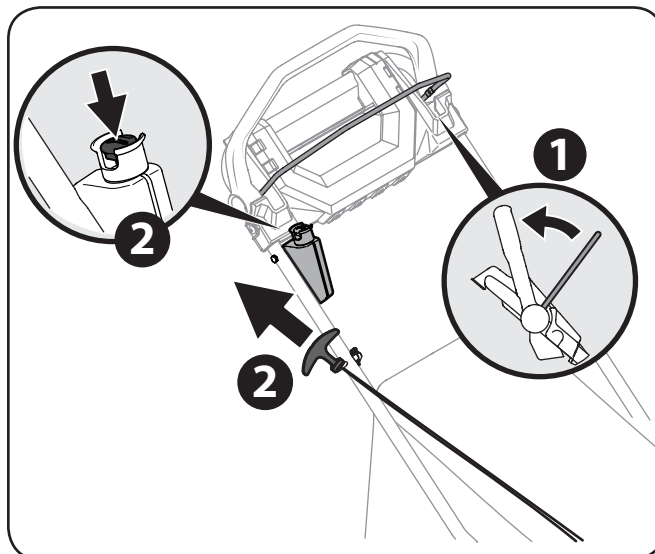

Figura 5-1
2. **Arrancador de Retroceso:** Sostenga firmemente las dos manijas juntas, tome la manija del arrancador de retroceso y tire de la cuerda para sacarla con un movimiento rápido y continuo. Vea la Figura 5-1. Mantenga firme la manija del arrancador, deje que la cuerda regrese lentamente al arrancador. Repita hasta que el motor esté en marcha. Deje que la cuerda se enrosque lentamente de regreso.
Arranque eléctrico (si lo tiene): Inserte la llave de empuje de plástico unido al botón de arranque hasta que encaje pulg. Presione el botón del motor de arranque para arrancar el motor. Vea la Figura 5-1.